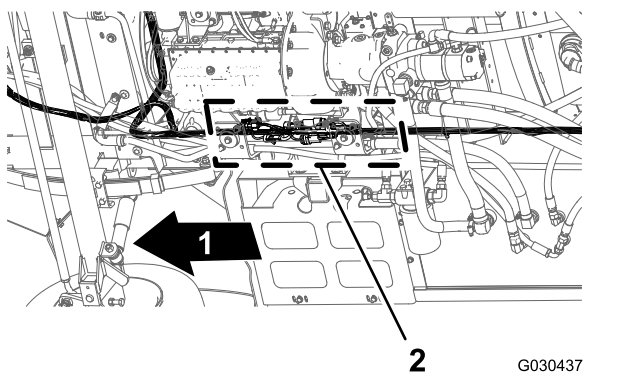

図 86
1. 機体の下の右フレームチューブに沿って配設されている前後のワイヤハーネスの相互コネクタを探し出す 図 86。